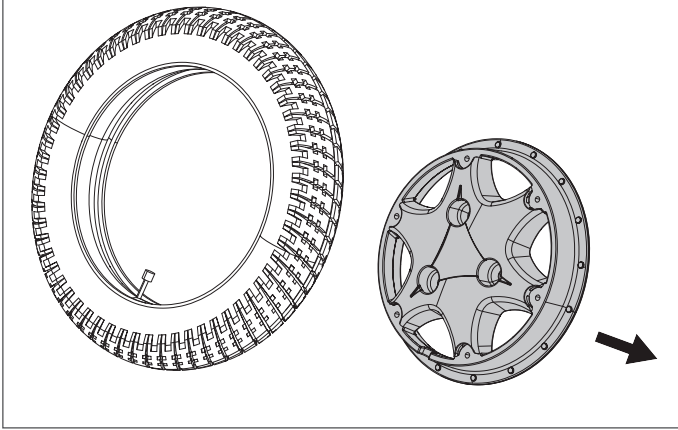

Fig. 8.8
- Den Schlauch vorsichtig aus dem Reifen führen, (Fig. 8.8).